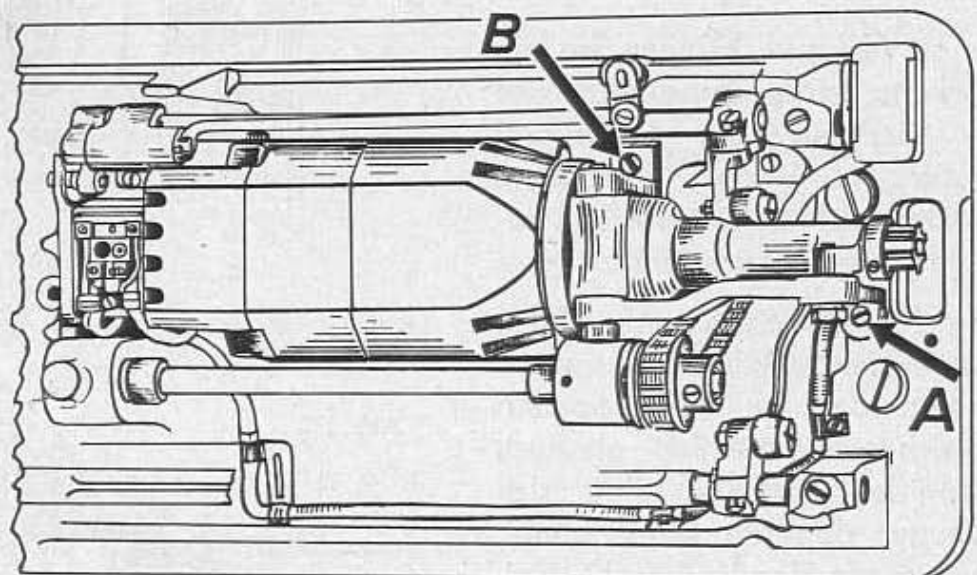

Abb. 115 Einbau und Einstellen des Pfaff-Motors PE 260 (261)
2. Einbau-Motor – Schnurkettenrad zur Handradseite zeigend – so auf die Grundplatten-Unterseite setzen, daß sich die beiden Bohrungen im Motorträger mit den entsprechenden Gewindebohrungen der Grundplatte decken (Abb. 115 siehe Pfeil!).
3. Zuerst Befestigungsschraube A einige Gänge einschrauben, dann Schraube B einsetzen und festziehen. Danach Schraube A endgültig festziehen (Abb. 115).